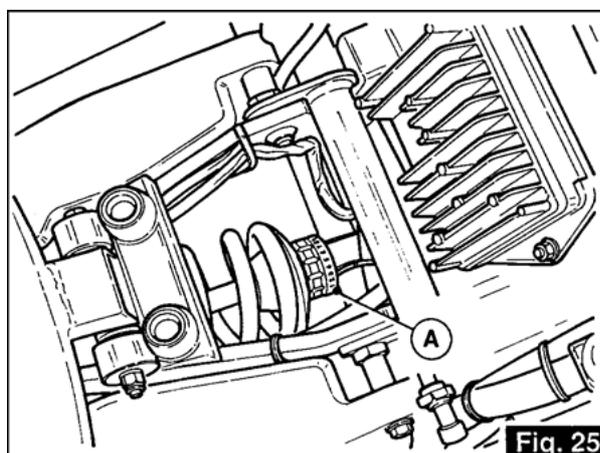

Fig. 25
5.6 RÉGLAGE SUSPENSION ARRIÈRE (fig. 25, 26 et 27)